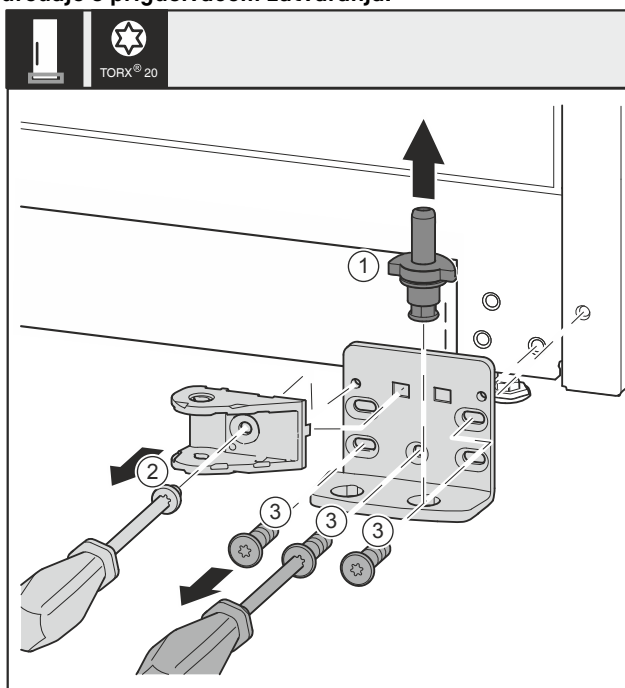

Fig. 36
- ▶ Izvucite svornjak ležaja Fig. 36 (1) potpuno prema gore.
- ▶ Odvijačem odvrnite vijke Fig. 36 (2) i skinite spojni element prigušivača zatvaranja.
- ▶ Odvijačem odvrnite vijke Fig. 36 (3) i skinite podložak ležaja.